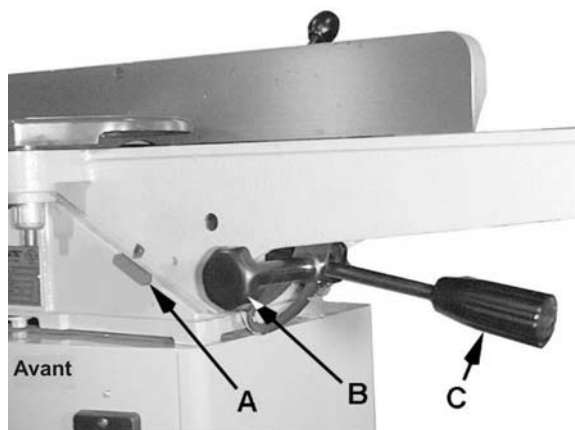
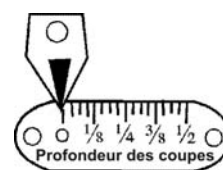

Figure 16
Figure 17
Référez-vous aux Figures 16 – 18.
1. Desserrez la vis à oreilles (D) et le bouton de blocage (B).
2. Soulevez ou abaissez le *manche de réglage de la hauteur* (C) jusqu'à ce que l'échelle (A, Fig. 16 et Figure 17) atteigne environ la profondeur de coupe souhaitée.
3. Tournez le manche de blocage (B) jusqu'à ce qu'il soit bien fixé.
4. Faites pivoter le *manche de réglage de la hauteur* (C) jusqu'à ce que l'échelle soit exacte. La rotation dans le sens horaire soulève la table, tandis que le sens antihoraire l'abaisse.
**NOTE :** Le *manche de réglage de la hauteur* (C) a un réglage subtil de 1/16" de déplacement par rotation.
5. Lorsque le réglage est effectué, resserrez la vis à oreilles (D).
**Astuce utile :** Parfois, vous allez remarquer que vous ne pouvez pas effectuer de réglage tout en haut jusqu'à zéro, ou vers le bas jusqu'à 1/2" sur la *profondeur de l'échelle de coupe* (Figure 17) lorsque vous soulevez ou abaissez le manche (C, Fig. 16). Si tel est le cas :
En maintenant le *bouton de blocage* (B, Fig. 16) déverrouillé, faites pivoter le *manche de réglage de la hauteur* (C, Fig. 16) quelques tours, puis soulevez ou abaissez-le. Une fois que vous pouvez atteindre zéro ou le réglage 1/2" (Figure 17), vous pourrez encore faire pivoter le manche (C) complètement.